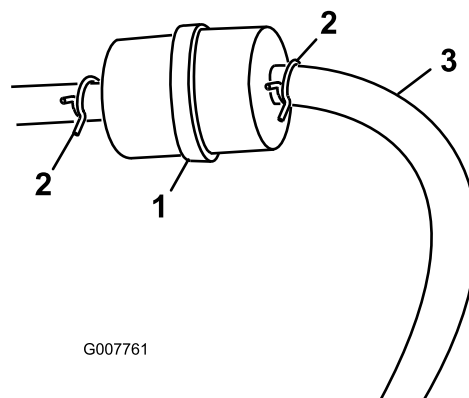

Рисунок 29
3. Сожмите концы шланговых хомутов и сдвиньте их с фильтра (Рисунок 29).
3. Ослабьте шланговый хомут на топливном фильтре и отодвиньте его по топливному трубопроводу от фильтра (Рисунок 29).
4. Отсоедините топливный трубопровод от топливного фильтра (Рисунок 29).
Примечание: Слейте бензин в канистру для топлива или сливной поддон (Рисунок 29).
- Установите топливный трубопровод на топливный фильтр. Передвиньте шланговый хомут к топливному фильтру, чтобы закрепить топливный трубопровод (Рисунок 29).